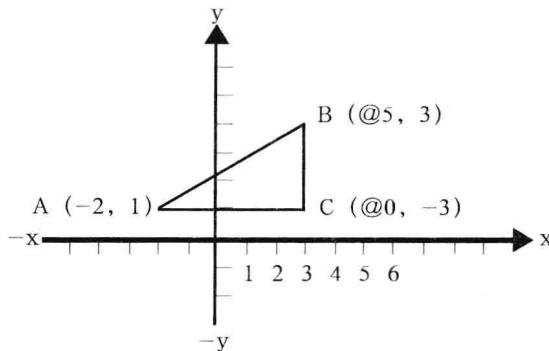

图 3-1-3
(4) 命令行提示“指定下一点或[闭合 (C) / 放弃 (U)]”，输入“c”，按 Enter 键，创建了直线 CA，形成一个闭合的线段环，如图 3-1-3 所示。